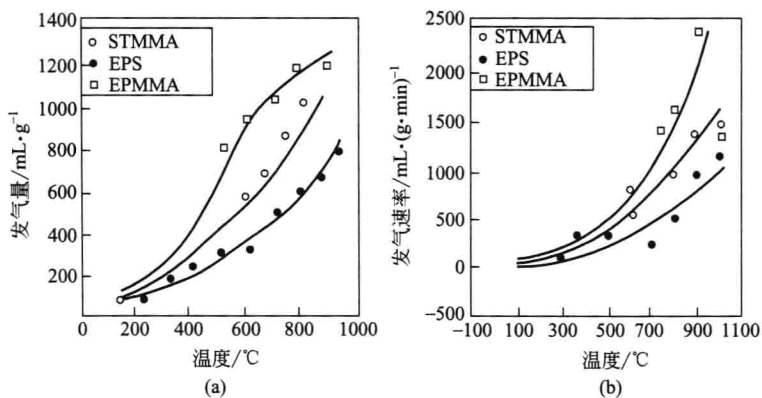

图 1-2 EPS、STMMA、EPMMA 发气量与发气速率
① 分子结构不同 EPS 分子结构中含有苯环，而 EPMMA 中含有两个氧原子，STMMA 则是这两种结构的结合体；
② 碳含量不同 EPS 碳含量为 92%，STMMA 共聚树脂（MMA/ST=70：30）为 69.6%，而 EPMMA 为 60%；
③ 汽化温度不同 EPS 汽化温度比 EPMMA 高，EPS 和 EPMMA 汽化难；
④ 发气量和发气速率不同 EPMMA 发气量和发气速率比 EPS 大，STMMA 次之（见图 1-2）。